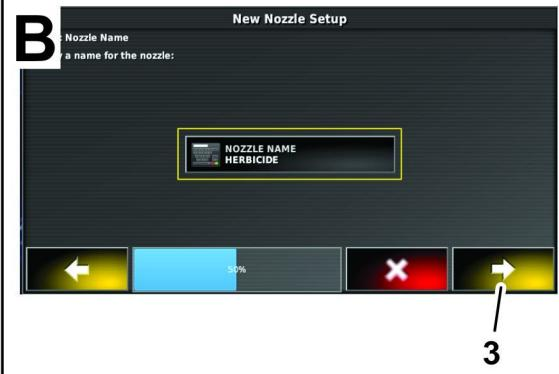

Рисунок 79
- Введите название сопла с помощью клавиатуры на дисплее и нажмите на значок подтверждения (Рисунок 79).
8. На этапе 2 в диалоговом окне настройки нового сопла нажмите на значок подтверждения (Рисунок 79).
9. На этапе 3 в диалоговом окне настройки нового сопла нажмите на значок подтверждения (Рисунок 79).